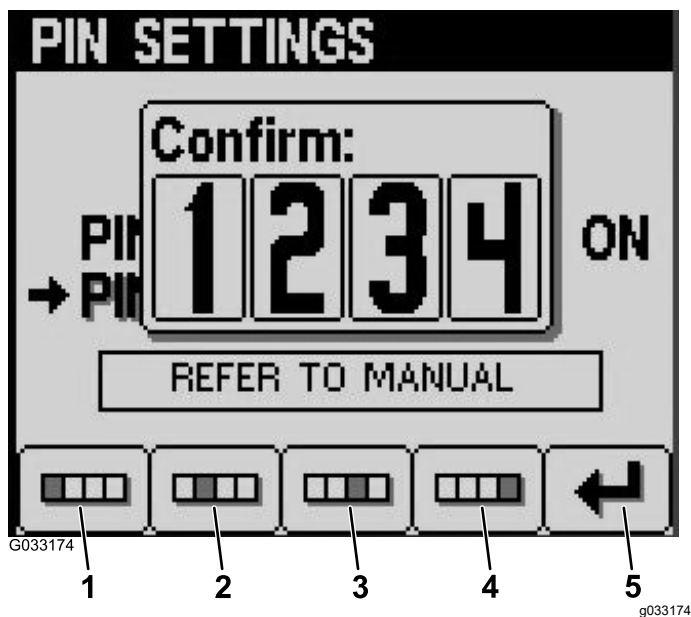

Bild 17
8. Bestätigen Sie mit den Tasten 1 bis 4 die neue PIN und drücken Sie Taste 5, um die PIN-Eingabe abzuschließen (Bild 17).